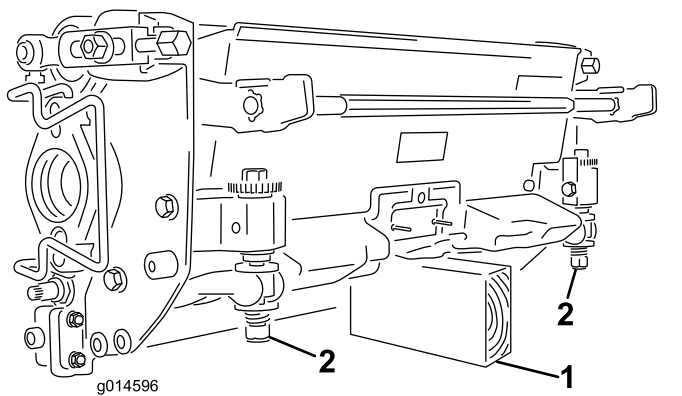

Figure 50
**Important:** Chaque fois que vous devez basculer l'unité de coupe, soutenez-la à l'arrière pour empêcher les écrous situés sur les vis de réglage de la barre d'appui de reposer sur la surface de travail (Figure 50).